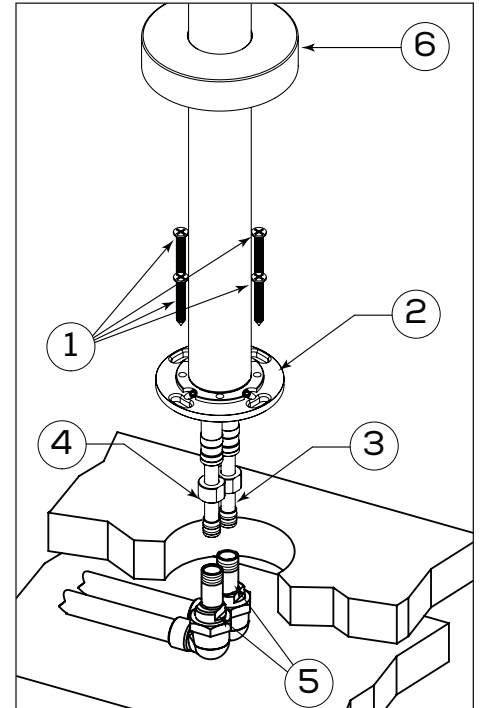

Fig.3
Separate the adaptors from the hoses by unscrewing the nut (4) (fig.3) while pulling-out at the same time (until the thread is engaged).
Referring to fig.3, install the asymmetrical hose adaptors to the supply-pipes inlets. Be aware that you can also use 8mm (5/16") allen keys to thread the adapters in place. For a trouble-free installation bring the 2 hoses adapters as close from one another as possible. The max C-C which can be accommodated is 23mm.
Séparer les adaptateurs des alimentations flexibles en dévissant leurs écrous (4) (fig. 3), tout en exerçant une traction (jusqu'à ce que le pas de vis soit engagé). Se référant à la fig.3, installer les adaptateurs asymétriques sur les arrivées d'eau chaude et froide. Vous pouvez aussi utiliser une clé Allen 8mm (5/16") pour fixer les adaptateurs en place pour une meilleure installation. Positionner les deux adaptateurs pour qu'ils soient aussi proche que possible. Le C-C maximum qui peut être accepté est 23mm.
Completely insert the hot and cold hose-ends (3) into the appropriate adaptors (5) and lock in place using the nut with "endless" thread (4), and turn until it becomes loose. (fig.3). Fix the faucet flange (2) with 4 screws. Make sure the spout is properly lined-up, and lower the decorative flange to the floor (6).
Enfoncer complètement les embouts des alimentations flexibles (3) dans les adaptateurs appropriés (5) et les sécuriser en place à l'aide des écrous (4) au filet « sans fin ». Visser jusqu'à ce que le mouvement soit libre (fig.3). Fixer la base (2) au plancher à l'aide de 4 vis. Abaisser la bride décorative au sol (6).